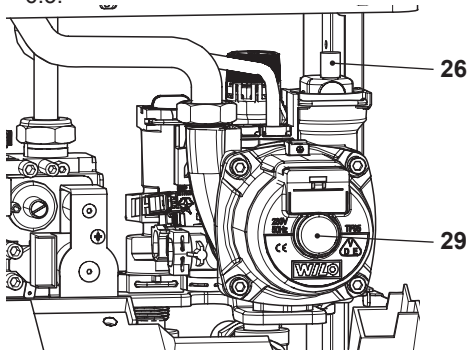

Рисунок 6.3
- Поднимите пробку автоматического воздуховыпускного клапана 26, см. Рисунок 6.3.
- Снимите пробку 29, см. Рисунок 6.3, и разблокируйте насос, провернув ротор отверткой.